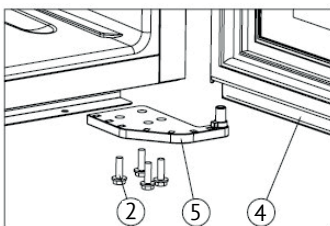

Рисунок 2
➔ Выкрутив винты М5\*16 (2), снимите правую нижнюю петлю (5) (Рисунок 2).